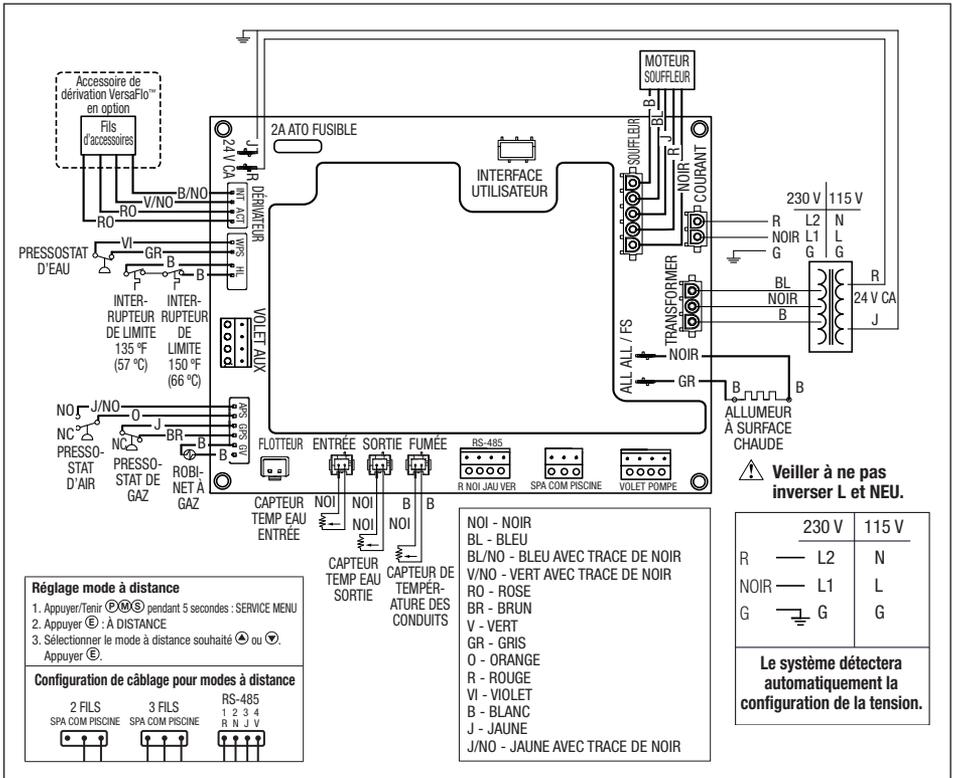

Figure 21. Schéma de câblage pour les installations 230/115 V c.a.
Se reporter à la *Figure 21* pour un schéma complet des connexions de câblage et des bornes.
- Connecter le câblage du système de contrôle de la piscine/spa à la borne de la télécommande de l'appareil de chauffage. Se reporter à la *Figure 21*.